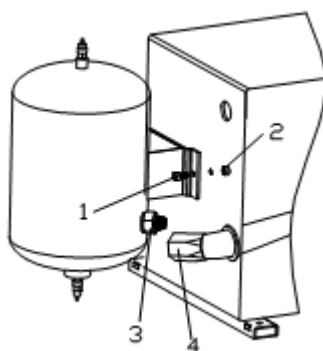

Рис. 4
- 1) Отвинтите левую крышку, закрепите резервуар для сжатого воздуха на корпусе станда с помощью болта (1) и гайки (2).
- 2) Закрепите металлическую трубу (4) с коннектором (3), убедитесь что нет утечки воздуха (рис. 4)